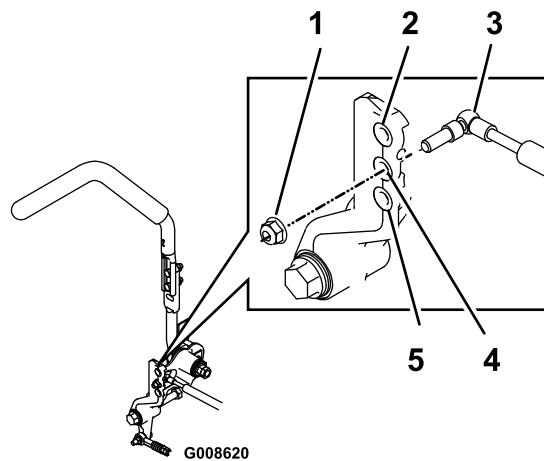

Bild 62
1. Schraube (4) 2. Anschlagsplatte
3. Entfernen Sie die Sicherungsmutter, bringen Sie die Befestigungsschraube des Dämpfers in die gewünschte Position und setzen Sie die Sicherungsmutter wieder ein. Siehe Bild 62 für die Befestigungsoptionen.